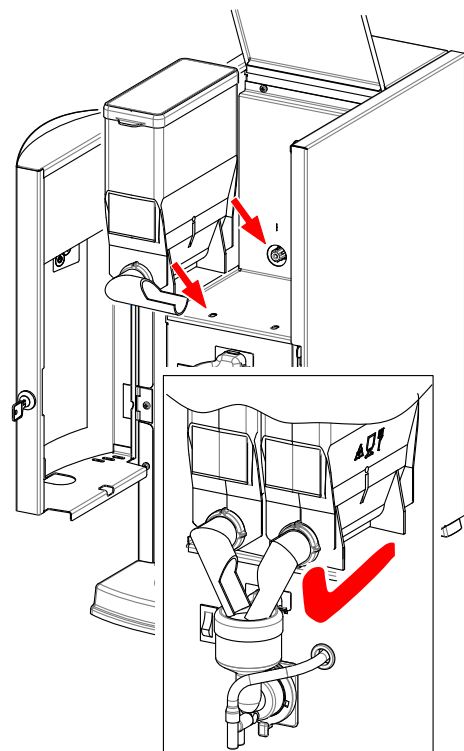

Fig. 17
5. Placer beholderne igen i den rigtige rækkefølge. Sørg for at drevmekanismen i beholderen falder over tappen i bagsiden og at fastgørelses-kammen griber ind i hullet i pladen (fig. 17).